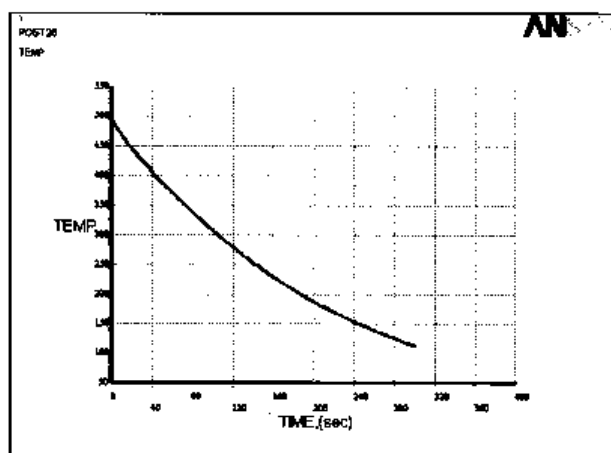

图 10-109 C 点温度随时间的变化关系曲线
(37) 选择 Main Menu | TimeHist Postpro | Graph Variables 命令, 出现 Graph Time-History Variables 对话框, 在文本框中输入 4, 单击 OK 按钮, ANSYS 显示窗口将显示 C 点温度随时间的变化关系曲线图, 如图 10-109 所示。